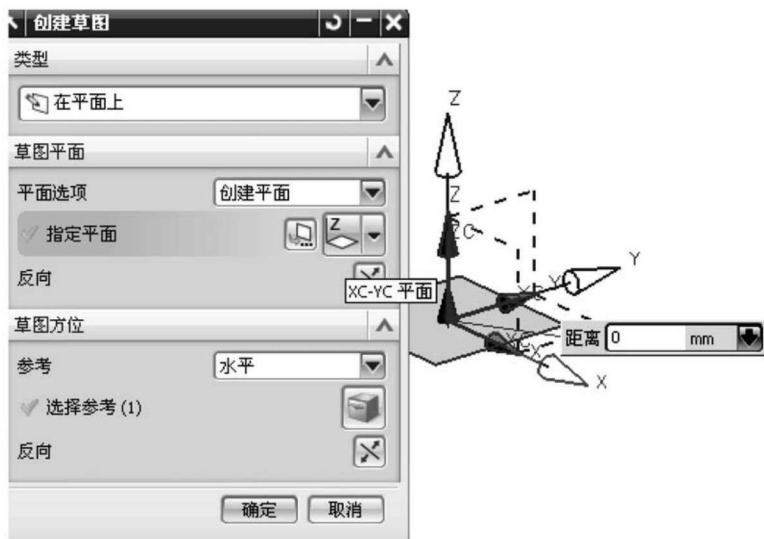

图 1.3 草图平面设置
(2) 单击“插入”——“草图”或者单击“草图”工具按钮进入创建草绘界面,“平面选项”选为创建平面,选择 XC-YC 平面,进入草图界面。图 1.3 所示为草图平面的设置。